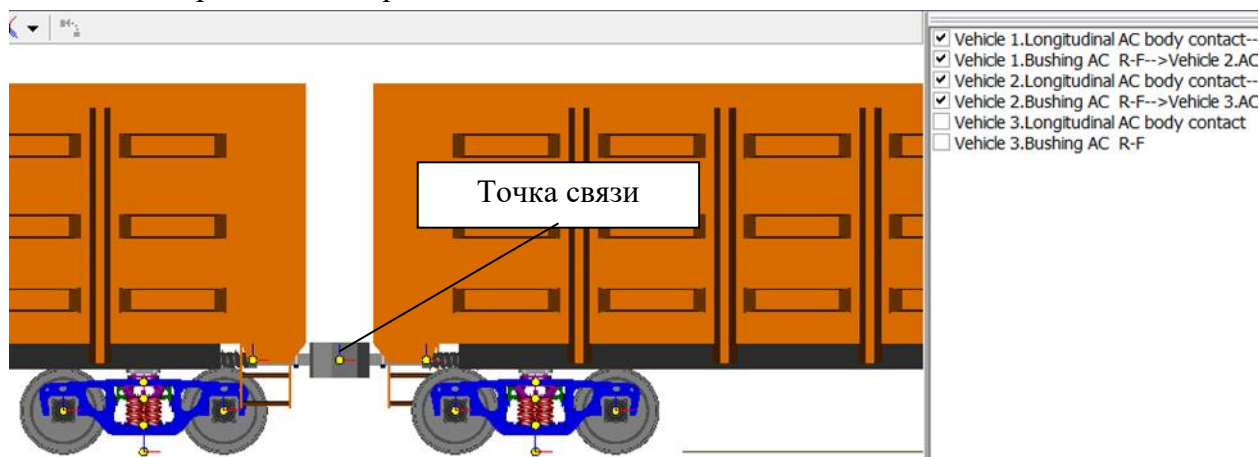
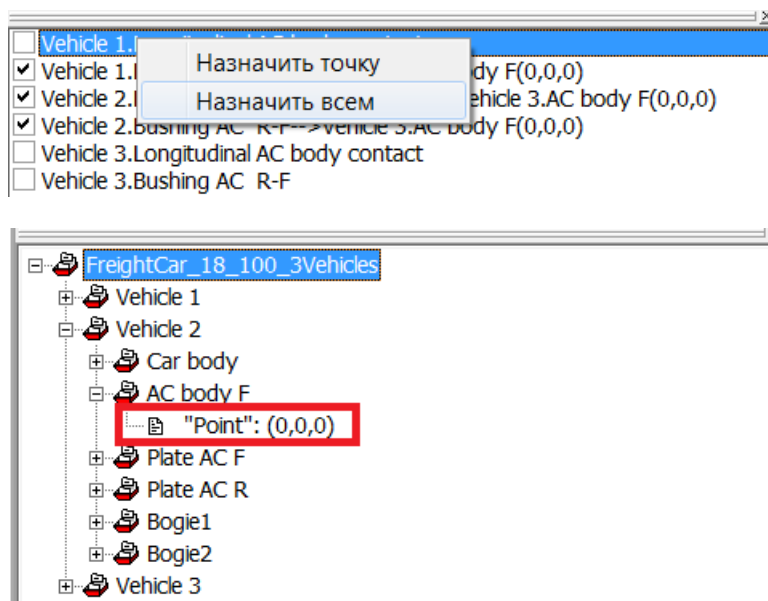

Рис. 1.48. Задание связей для внешних элементов
Рис. 1.49. Выбор точки связи для внешнего элемента
6. Последнее действие с моделью сцепа состоит в задании точек связей для внешних силовых элементов автосцепки. Таких элементов два для каждого экипажа: *Longitudinal AC body contact* (продольный контакт тел автосцепки) и *Bushing AC R-F* (элемент, обеспечивающий связи корпусов автосцепок по степеням свободы, отличным от продольной). Оба эти элемента описаны в модели задней автосцепки экипажа. Внешними телами для них являются корпуса передних автосцепок экипажа, следующего за данным. Для установления связи следует выделить силовой элемент в списке (например, элемент *Vehicle1. Longitudinal AC body contact*) и выбрать в анимационном окне точку связи на корпусе автосцепки заднего экипажа (рис. 1.48) или выполните в всплывающем меню команду **Назначить точку** и выберите нужную точку связи, рис. 1.49.